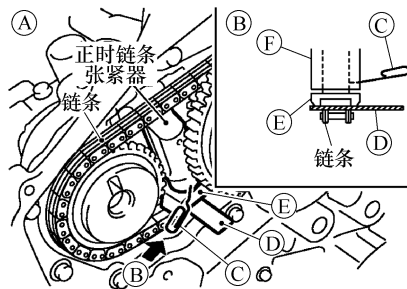

图 3-5 将副正时链条与凸轮轴链轮拆卸
③ 将正时链条(副)与凸轮轴链轮一起拆卸，如图 3-5 所示。
链条(副)与凸轮轴链轮一起拆卸，见图 3-5。